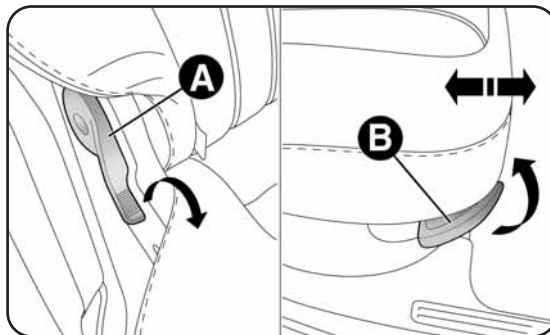

fig. 59
- agire su una delle leve A-fig. 59 per ribaltare lo schienale desiderato (per rendere più agevole l'operazione portare leggermente in avanti il sedile agendo sulla leva B, per versioni/mercati, dove previsto).
Per ampliare maggiormente lo spazio del vano bagagli, i sedili posteriori possono essere spinti in avanti utilizzando la maniglia B-fig. 59 (per versioni/mercati, dove previsto).
Dopo aver premuto le leve A-fig. 59, sollevare gli schienali spingendoli indietro fino a percepire lo scatto di bloccaggio di entrambi i meccanismi di aggancio. Utilizzando la maniglia B-fig. 59 (per versioni/mercati, dove previsto) spostare indietro i sedili fino a percepire lo scatto di bloccaggio.